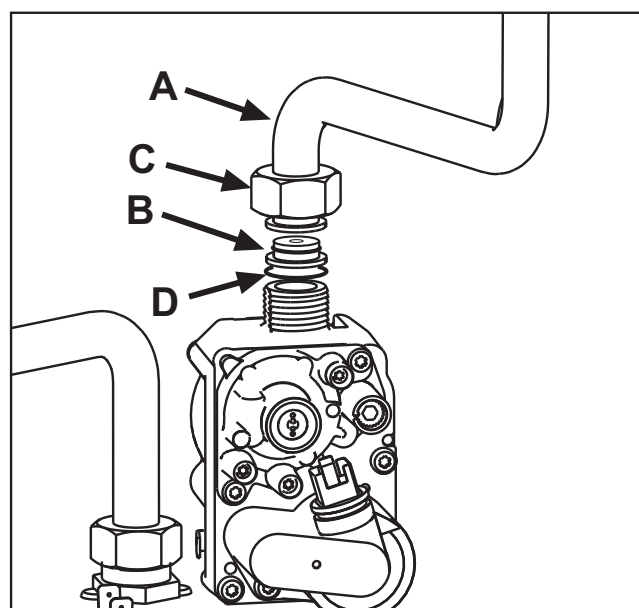

fig. 23
3. Desfaceți piulița C și scoateți tubul de gaz A de pe valva de gaz (vezi fig. 23).
4. Înlocuiți duza B introdusă pe tubul de gaz cu cea aflată în kitul de transformare, interpunând gamitura D (vezi fig. 23).